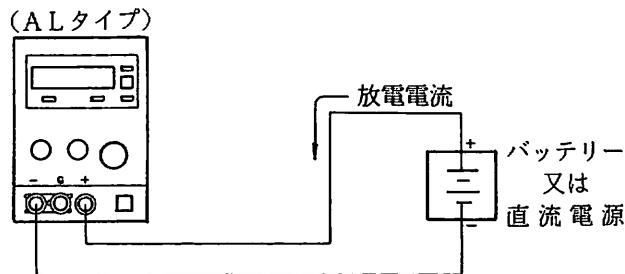

図22
- 3) 出力端子に供給源を図22のように接続します。
- (注) ・LOAD状態での接続極性は図22の様に+と+、-と-を接続してください。